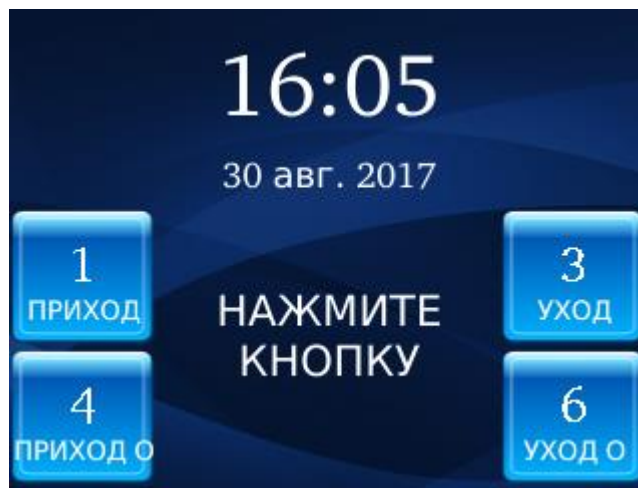

Рисунок 15. Экран терминала в режиме «Кнопка входа/выхода + обед + ладонь или карта»
- Кнопка входа/выхода + обед + ладонь или карта (рисунок 15)